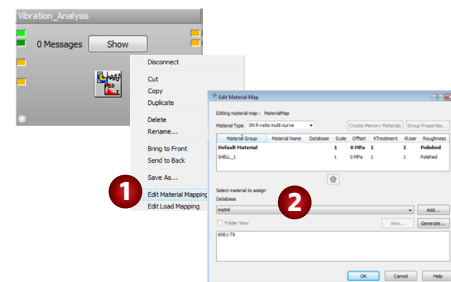

Figura 11 - Edição das propriedades de material.
Vale lembrar que as propriedades de material podem ser redefinidas (figura 11). Clique em "Vibration Analysis" > "Edit Material Mapping" (1). Na janela (2) que surge é possível trabalhar as alterações desejadas.